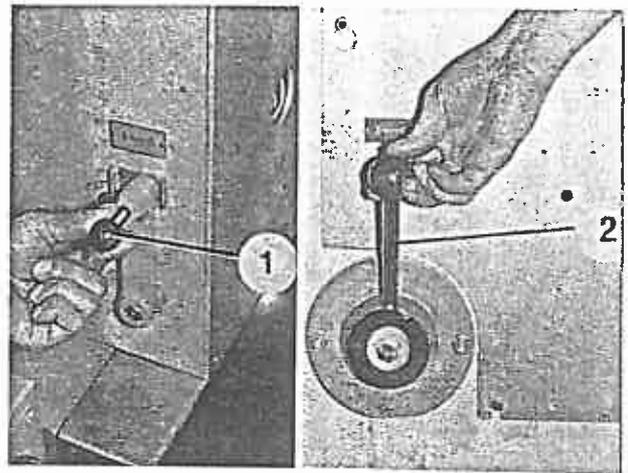

Bild 99
15. Antrieb der Dosierung einschalten. Dazu Indexstift (Bild 99/1) herausziehen und Hebel in „I“-Stellung schalten bzw. bei Maschinen mit Schneckenrog Kupplungshebel (Bild 99/2) in „I“-Stellung schalten.